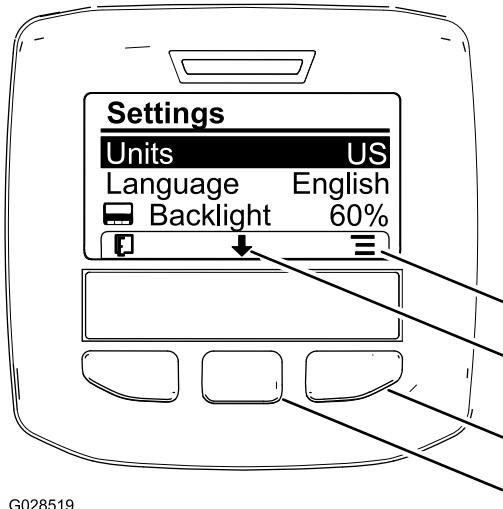

Figure 53
2. Pour changer d'unité de mesure, appuyez sur le bouton de sélection droit pour changer la liste des unités affichées (Figure 53).
3. Pour changer la langue de l'affichage, appuyez sur le bouton de sélection central (situé sous la flèche vers le bas dans l'affichage) pour déplacer l'option de langue sélectionnée (Figure 53).
4. Appuyez sur le bouton de sélection droit (situé sous l'icône de liste dans l'affichage) pour mettre en surbrillance la langue qui sera utilisée dans l'affichage (Figure 53).
6. Appuyez sur le bouton de sélection gauche pour retourner à l'écran d'accueil (Figure 53).